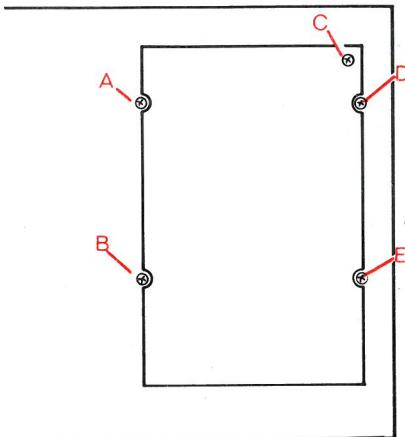

Fig. 4. Utmontering, kassettdel
- Fjern skruene A~ E (fig. 4).